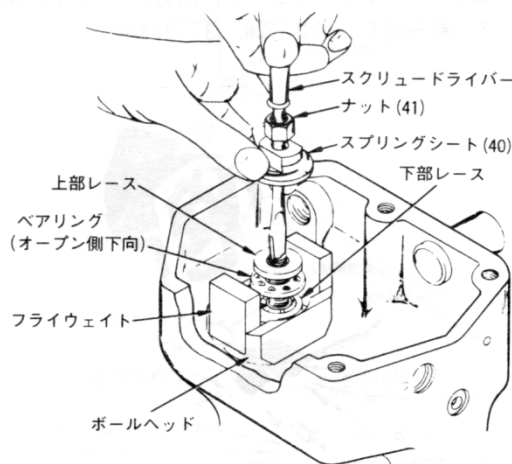
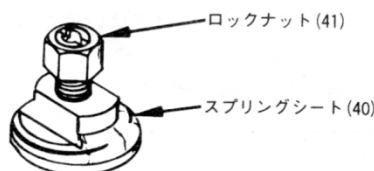

図 3-20. スラストベアリングと
図 3-21. スプリングシート調整図
16. スクリュードライバー(図3-20)を用い、スプリングシート(40)とナットをパイロットバルブプランジャーに導く。スプリングシートとナットを手を持ち、プランジャー(31)を反時計方向に回し、シートとナットをプランジャーに通し、ナットがプランジャーの上端よりちょっと下がるまで回す。図3-21参照。
パイロットバルブプランジャーのセンタリングが終わったら、ナット(41, 図3-21)を70ポンド・インチの力で締めつける。